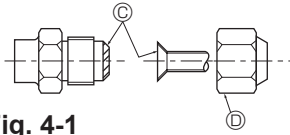

Fig. 4-1
Α (Fig. 4-1)
Β (Fig. 4-1)
4.2. Σωλήνες σύνδεσης (Fig. 4-1)
- Πριν βιδώσετε το περικόχλιο εκχειλωσης απλώστε στο σωλήνα και στην κοινή επιφάνεια που επικάθεται λεπτό στρώμα από ψυκτικό λάδι. (A)
- Χρησιμοποιήστε δύο κλειδιά για να σφίξετε τις συνδέσεις των σωλήνων. (B)
- Αλείψτε με ψυκτικό λάδι ολόκληρη την επιφάνεια στα διαπλάτυσματα τμήματα. (C)
- Χρησιμοποιήστε τα παξιμάδια ρακόρ για το παρακάτω μέγεθος σωλήνα. (D)